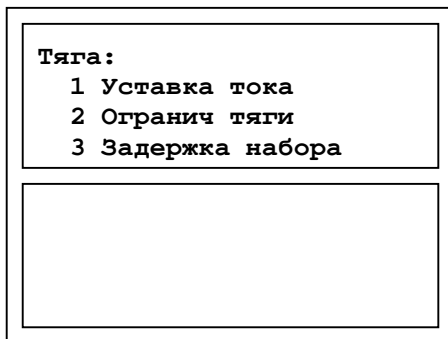

Рисунок 54. Меню «Тяга»
**Ü** Задание значений уставок тока происходит через пункт **УСТАВКА ТОКА** меню **ТЯГА** (Рисунок 54).